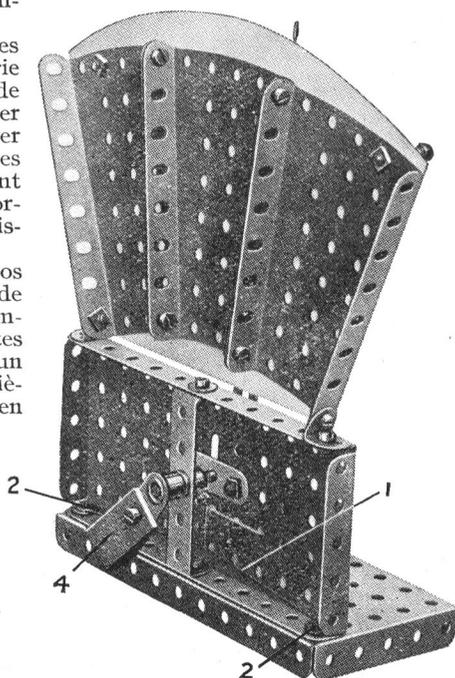

Fig. 8. L'ampèremètre Meccano, vu de derrière.
différents. L'organe essentiel du modèle consiste en un fil de résistance 1 (Fig. 8) qui est tendu entre les Boulons 6 B. A. (2). Ces deux Boulons sont isolés de la Plaque à Rebords de 14×6 cm. formant le socle du modèle à laquelle ils sont fixés. Chacun de ces boulons et relié par un court fil à une Borne isolée 5. Un Collier (dont la cheville tarandée est remplacée par une vis d'arrêt ordinaire) est fixé à la Tringle de 38 mm. 3 qui est passée dans la Plaque à Rebords verticale de 14×6 cm. et dans une Bande Courbée de 60×12 mm. Un bout de fil de cuivre fin, attaché à la vis d'arrêt du Collier, est enroulé plusieurs fois, sur la Tringle 3, et fixé au milieu du fil 1. Le Poids de 25 grammes 4 est boulonné à une Manivelle qui est fixée à la Tringle 3. La position normale de la Manivelle doit être horizontale, de manière à ce que le Poids exerce une tension sur le fil 1. La Manivelle munie de l'aiguille (représentée par une Lisse de Métier, pièce n° 101) est fixée à l'extrémité antérieure de la Tringle 3 dans une position qui fait reposer la Lisse de Métier contre un des Boulons de 19 mm. situés des deux côtés du cadran. Lorsqu'il est traversé par un courant électrique, le fil 1 se réchauffe et se dilate.